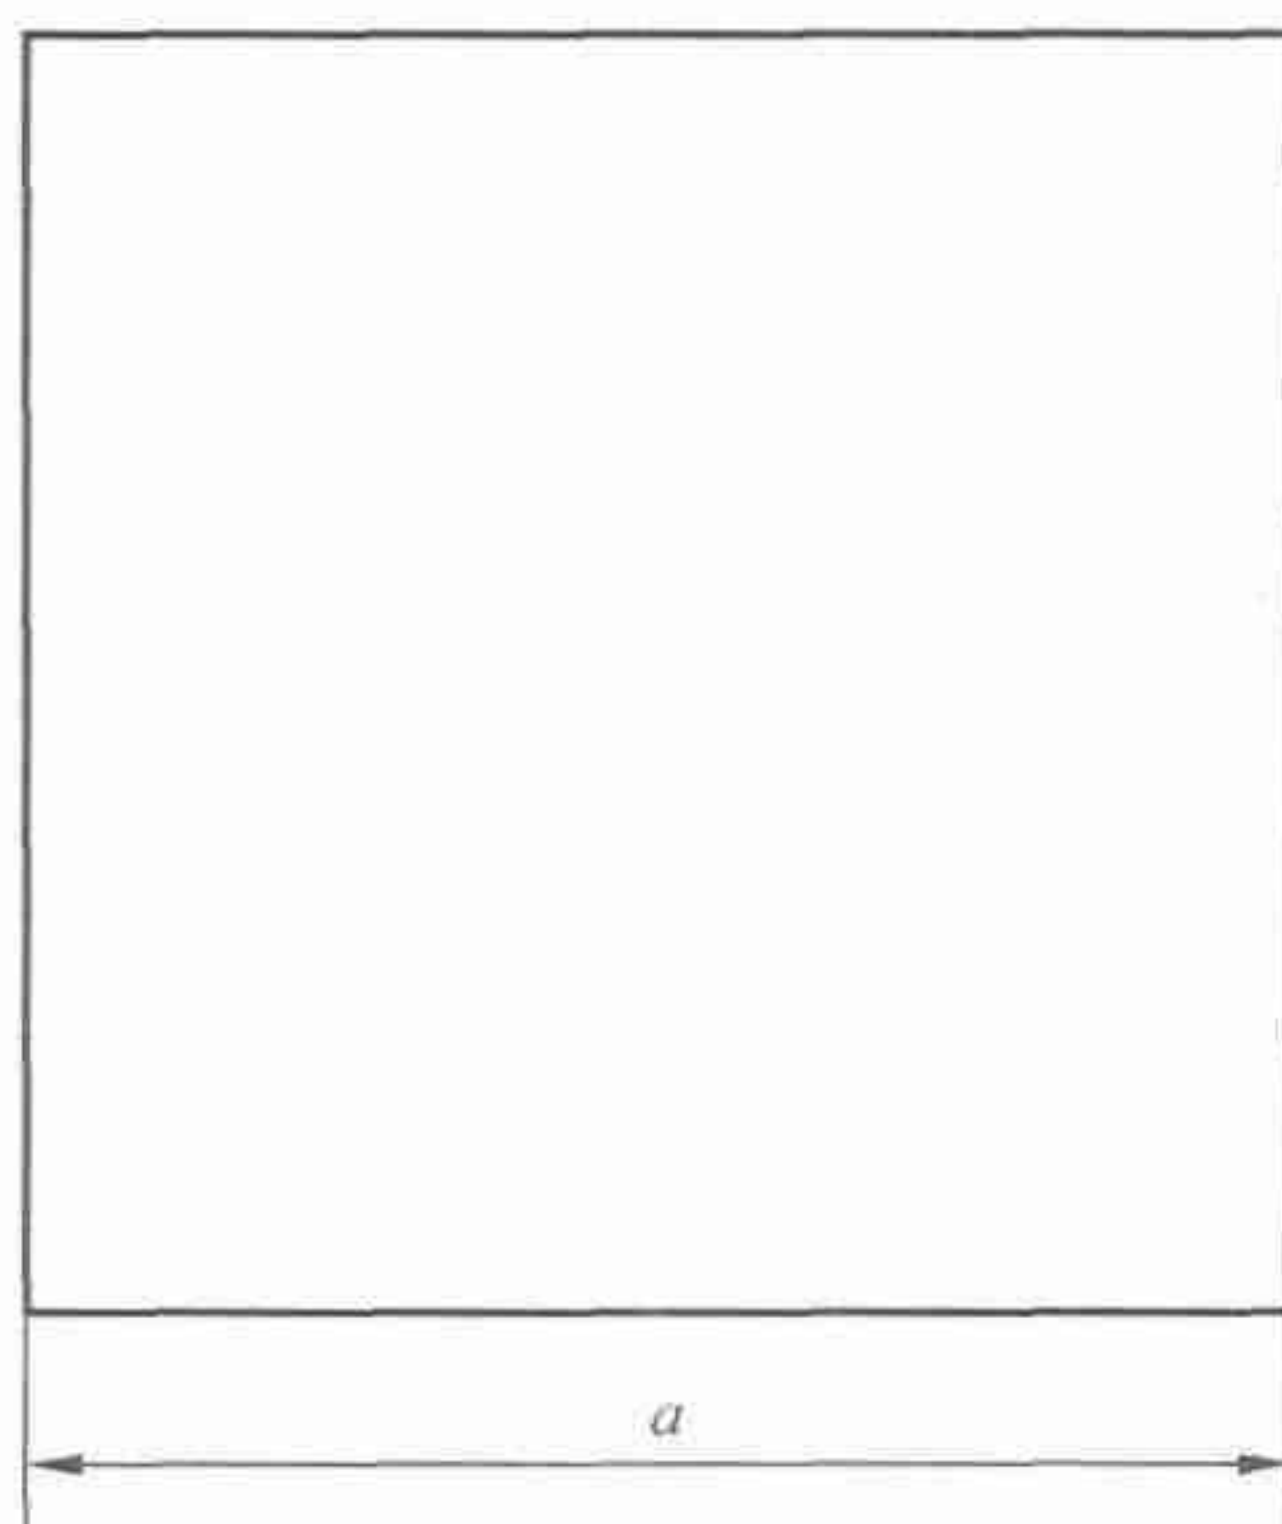

图 4 提示标志的基本型式
4.4.1 提示标志的基本型式是正方形边框,如图 4 所示。